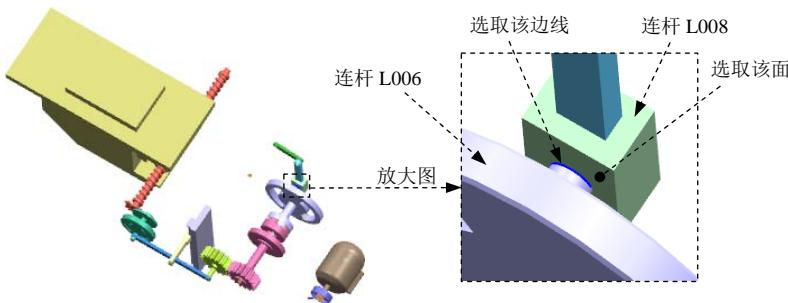

图 10.9.15 定义共线连接（一）
(1) 定义运动副类型。在“运动副”对话框 **定义** 选项卡的 **类型** 下拉列表中选择  **共线** 选项。
(2) 选择连杆。将连杆 L010 隐藏，然后选取图 10.9.15 所示的连杆 L006。
(3) 定义原点及矢量。在“运动副”对话框的  **指定原点** 下拉列表中选取“圆弧中心” 选项，在模型中选取图 10.9.15 所示的圆弧为定位原点参照；选取图 10.9.15 所示的面作为矢量参考面。
(4) 添加啮合连杆。在“运动副”对话框的 **基本** 区域中选中  **啮合连杆** 复选框，单击 **选择连杆**，选取图 10.9.15 所示的连杆 L008。
(5) 定义啮合连杆原点及矢量。在“运动副”对话框 **基本** 区域的  **指定原点** 下拉列表中选取“圆弧中心” 选项，在模型中选取图 10.9.15 所示的圆弧为定位原点参照；选取图 10.9.15 所示的面作为矢量参考面。
(6) 单击 **应用** 按钮，完成第七个运动副的添加。